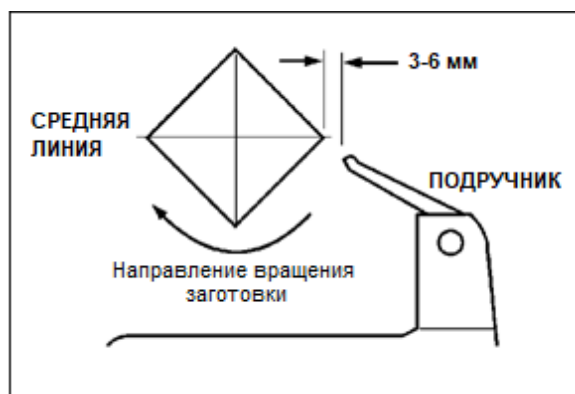

Рисунок 10-5
10. Установите подручник в рабочее положение. Расположите его параллельно заготовке чуть ниже линии центров и на расстоянии примерно 3-6 мм от углов заготовки, чтобы она могла поворачиваться, как показано на Рис. 10-5. Зафиксируйте основание подручника на станине.